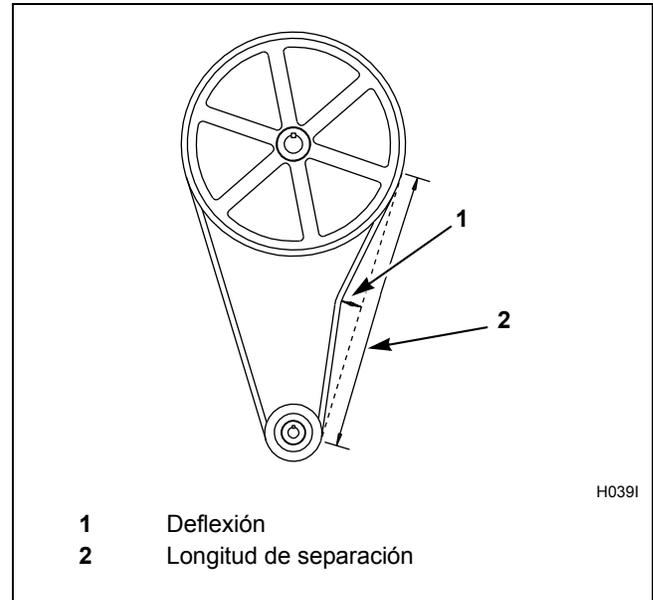

Figura 8
- d. Para **F** y velocidad variable sólo los **modelos**, verificar que sólo V-cinturones están correctamente tensionadas por aplicar un conjunto fuerza a los cinturones y medición de la desviación para determinar la tensión de la correa. Consulte en la *Tabla 2* las gamas de tensión aceptables de la correa. Se deben medir las tensiones de la correa tan cerca del centro de la longitud de separación de la correa como sea posible. Consulte la *Figura 8*.